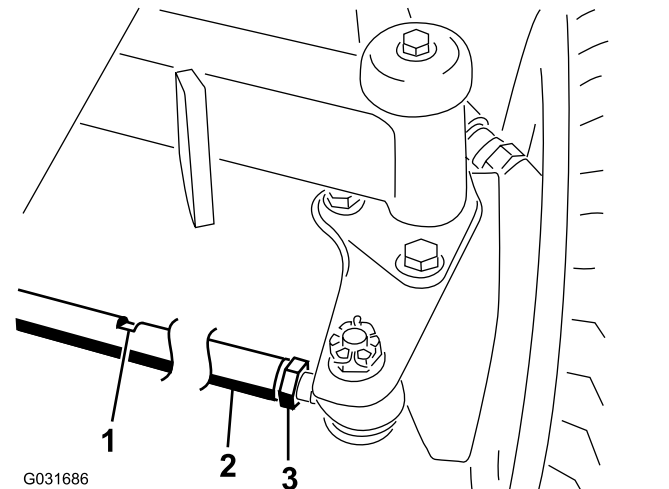

Figura 83
2. Slăbiți contrapiulița de la fiecare capăt al tijei (Figura 83).